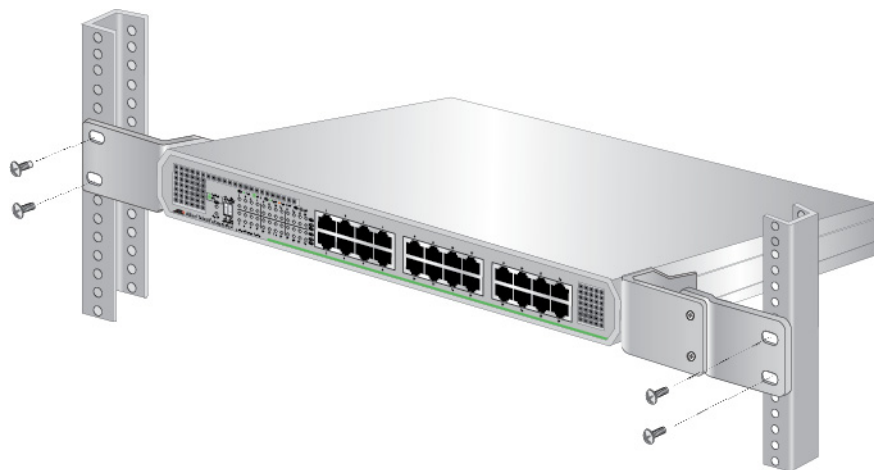

Рисунок 34. Установка коммутатора в стойку для оборудования
- Установите коммутатор в стандартную 19-дюймовую стойку для оборудования, закрепив его четырьмя винтами, как это показано на рис. 34.